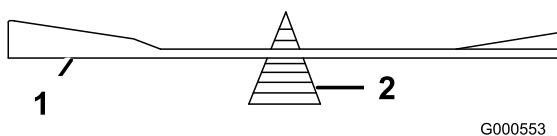

Figura 79
2. Verifique el equilibrio de la cuchilla colocándola sobre un equilibrador de cuchillas (Figura 79).